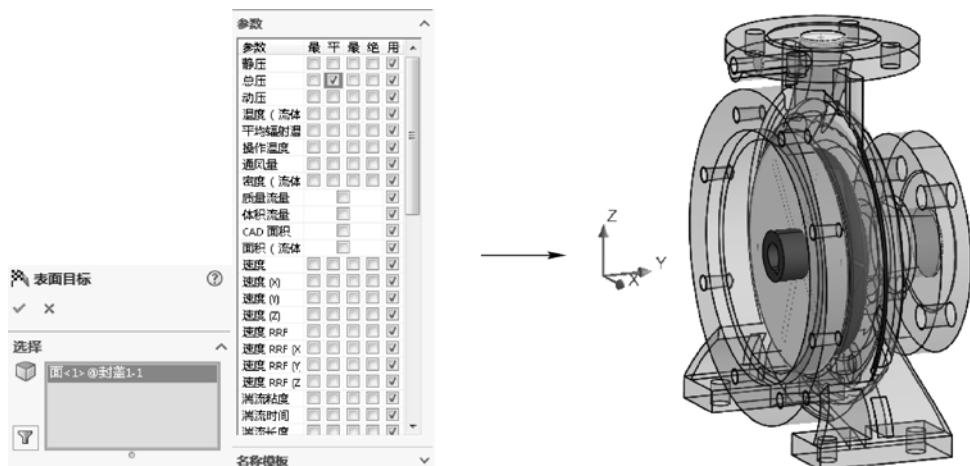

图 12-36 设置分析目标
STEP 7 右击项目树的“目标”项，选择“插入表面目标”菜单命令，打开“表面目标”属性管理器，然后选择入口处封盖的内表面，再选中“表面目标”属性管理器中的“参数”卷展栏中“总压”的“平均值”复选框，设置分析目标，如图 12-36 所示。